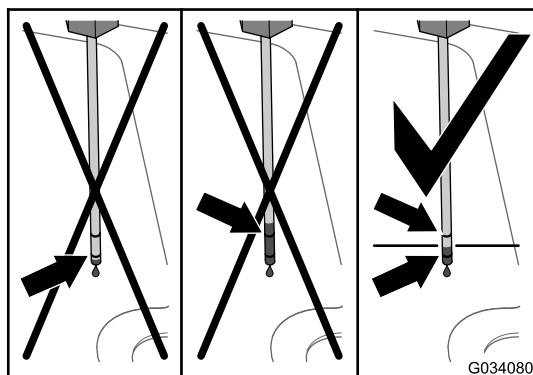

Figura 99
6. Îndepărtați joja și verificați nivelul uleiului (Figura 99).
7. Adăugai uleiul hidraulic specificat în tubul de umplere până când nivelul acestuia ajunge între cele 2 marcaje ale joiei (Figura 99).